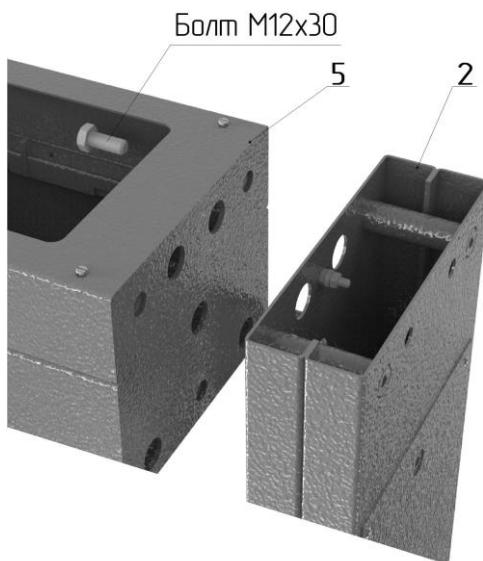
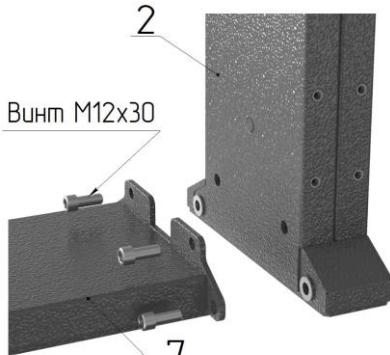

Рис. 1
Рис. 2
1. Сборка турникета (рис. 1, 2):
положите на пол на боковую плоскость раму привода **5** (рис. 1), (предварительно постелив лист картона), рядом аналогично положите две стойки крыла прохода **1** и **2**; состыкуйте указанные элементы друг с другом присоединительными элементами и закрутите по три болта M12 с каждой стороны; поставьте собранный портал вертикально на месте установки турникета; закрепите к стойке **2** напольную плиту **7** (рис.2) четырьмя винтами M12.